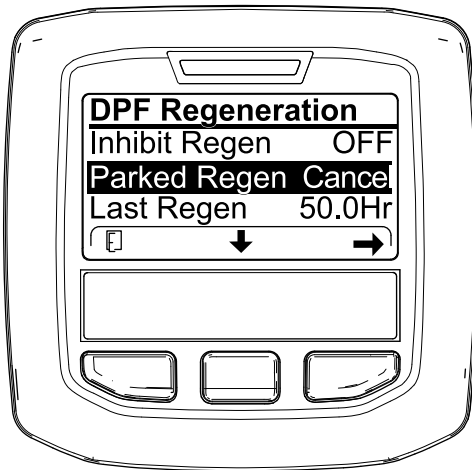
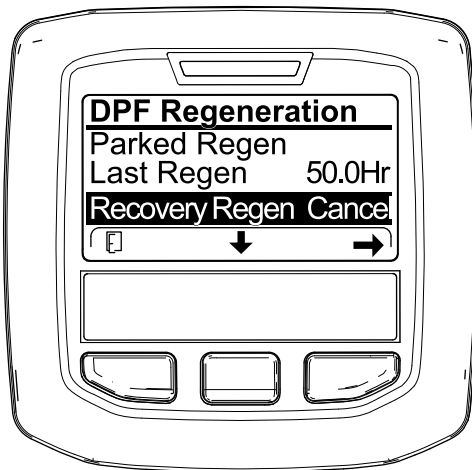

Bild 63
Bild 64
1. Zugreifen auf das Menü für die Regenerierung des Dieselpartikelfilters (**Bild 63**)
2. Drücken Sie die mittlere Taste, um auf die Option PARKED REGEN. CANCEL (**Bild 63**) oder RECOVERY REGEN. CANCEL zu navigieren (**Bild 64**).
3. Drücken Sie die rechte Taste, um den Eintrag „Regen Cancel“ auszuwählen (**Bild 63** oder **Bild 64**).